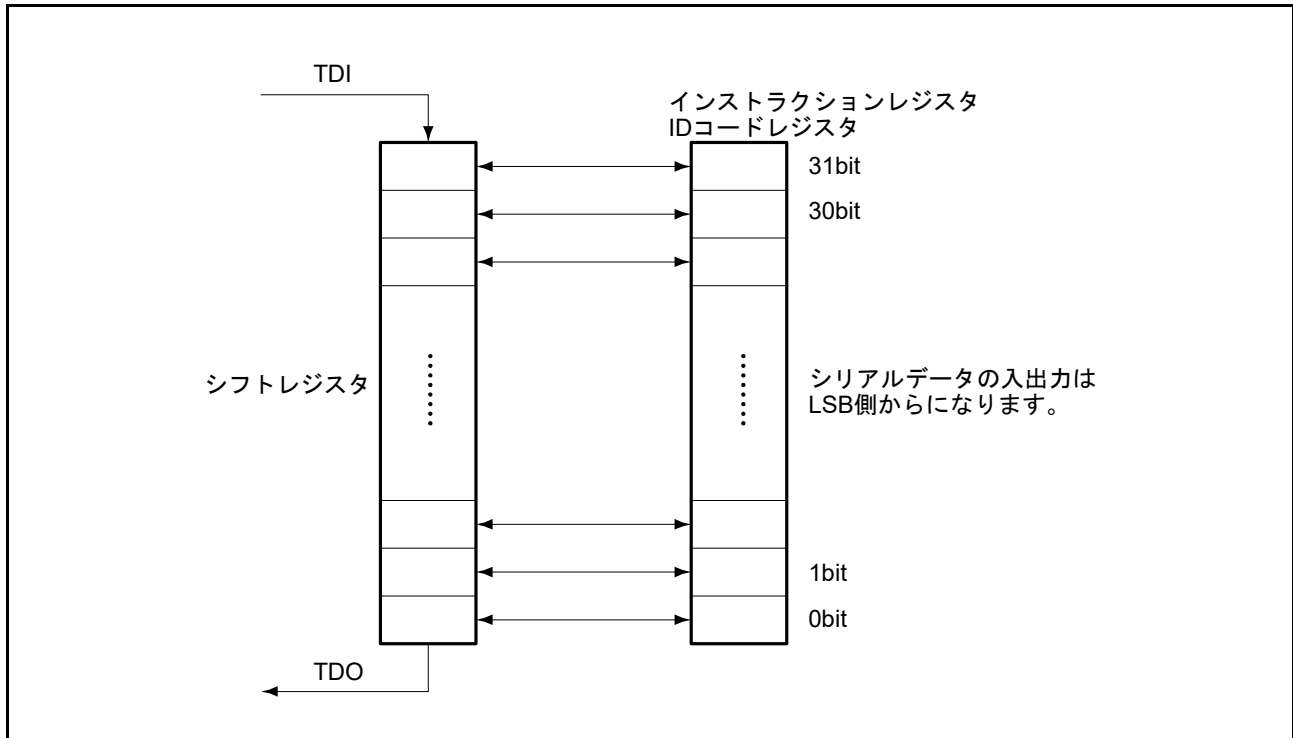

図 40.3 シリアルデータ入出力
1. シリアル転送時、データの入出力はLSB側からとなります。図 40.3 に示します。